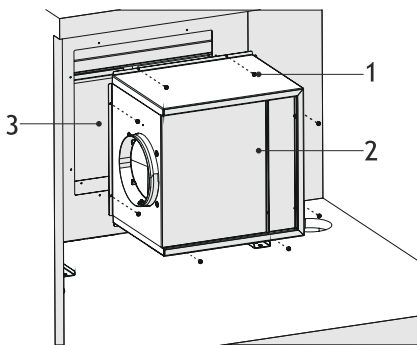

Fig. 18
8. ➔ ■ Montér motorkabinettet på emhættekabinettet med 8 x 3,5x6,5 skruer. (Fig. 18).